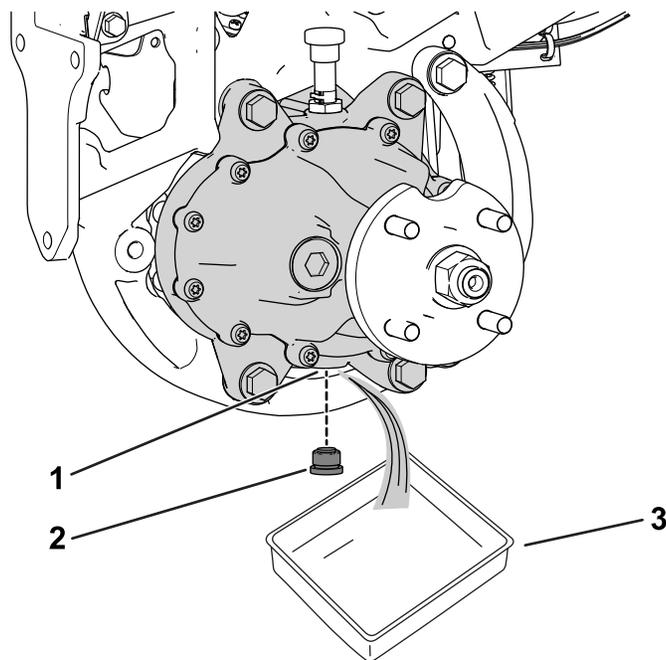

図 49
3. ホイールモータアセンブリ下にオイルを受ける容器を置く **図 49**。
4. ドレンポートからプラグを外す **図 49**。
6. ドレンポートにドレンプラグを取り付ける **図 49**。